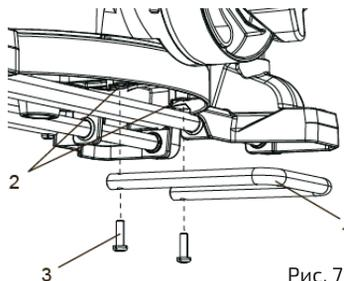

Рис. 7
• Совместить отверстия штанги (1) с двумя отверстиями (2) в нижней задней части опоры и прикрепить штангу двумя винтами (3) с помощью крестовой отвертки (рис. 7).